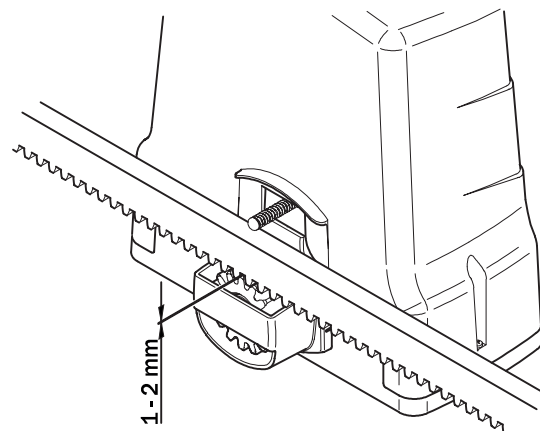

FIG. 2
- Se i finecorsa sono di tipo magnetico le frecce devono essere rivolte verso il centro della cremagliera (fig. 2).